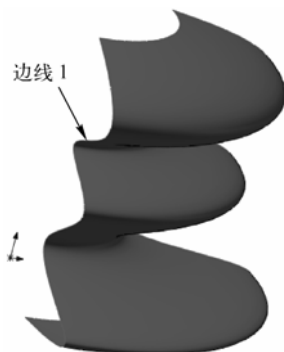
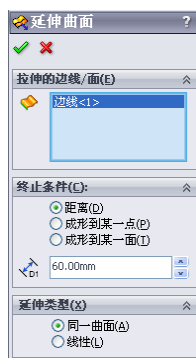

图 9-39 打开的文件实体
图 9-40 “延伸曲面”属性管理器
(1) 单击菜单栏中的“插入”→“曲面”→“延伸曲面”命令，或者单击“曲面”工具栏中的（延伸曲面）按钮，系统弹出“延伸曲面”属性管理器。
(2) 单击（所选面/边线）列表框，选择如图 9-39 所示的边线 1；点选“距离”单选钮，在（距离）文本框中输入“60”；在“延伸类型”选项组中，点选“同一曲面”单选钮，如图 9-40 所示。